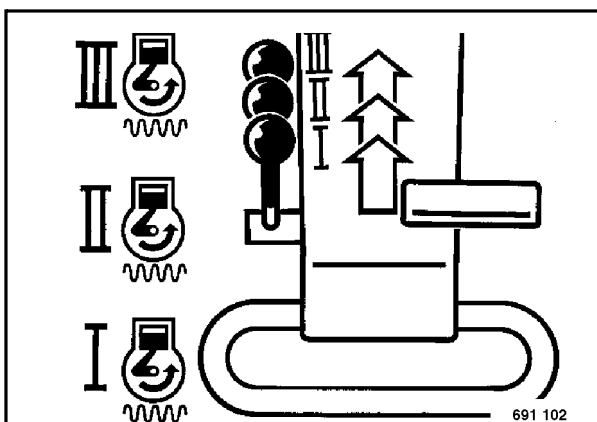

Fig. 2
- Colocar la palanca reguladora de revoluciones (Fig. 2) en una de las tres posiciones posibles para el ajuste del número de revoluciones.